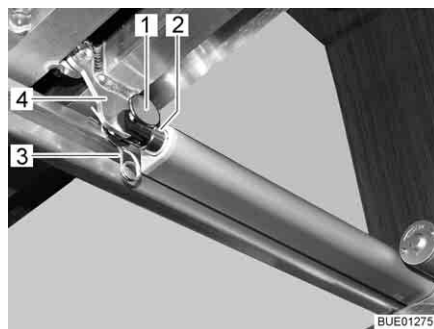

Fig. 138 Azionamento
- Rimuovere il collegamento (p. es. perno e spina a molla (Fig. 138,1 e 3)) tra biella (Fig. 138,2) e telaio portamaterasso (Fig. 138,4).